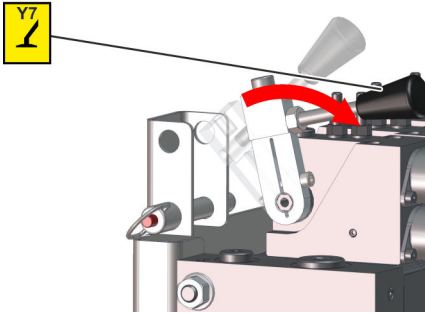

Abb. 195: Ventil Y7 Stützenbetrieb
5. Das Ventil (Abb. 195/Y7) nach unten drücken und halten.